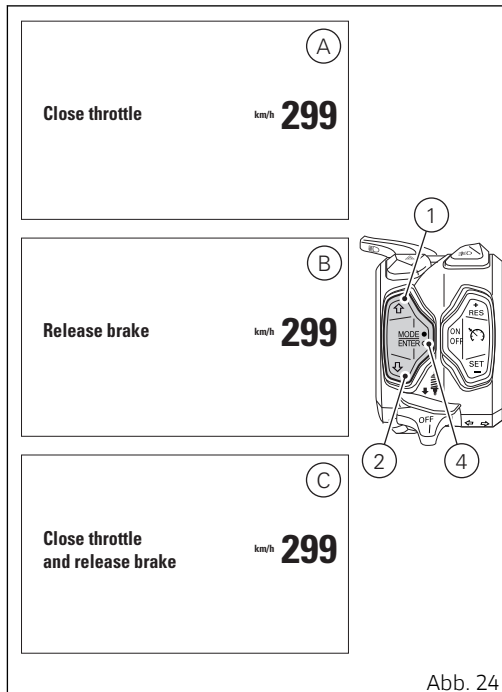

Abb. 24
- wenn die Gassteuerung „offen“ ist, aktiviert das Cockpit die Angabe „CLOSE THROTTLE“ (A, Abb. 24). Nur wenn die Gassteuerung „geschlossen“ ist, wird der neue, eventuell gewählte Riding Mode bestätigt und gespeichert und wieder auf die „Standard-Anzeige“ umgeschaltet;
- wenn die Gassteuerung „geschlossen“ ist, doch die Bremsen betätigt sind, aktiviert das Cockpit die Angabe „RELEASE BRAKES“ (B, Abb. 24). Nur wenn die Bremsen gelöst werden, wird der neue, eventuell gewählte Riding Mode bestätigt und gespeichert und wieder auf die „Standard-Anzeige“ umgeschaltet;
- ist die Gassteuerung „offen“ oder resultieren die Bremsen als betätigt und bewegt sich das Fahrzeug, wird im Cockpit die Angabe „CLOSE THROTTLE AND RELEASE BRAKES“ (C, Abb. 24) aktiviert und erst wenn alle Bedingungen gegeben sind (Gassteuerung geschlossen und Bremsen zurückgelassen oder stehendes Fahrzeug) wird der neue, eventuell gewählte Riding Mode bestätigt und gespeichert, dann wieder auf die Standard-Anzeige umgeschaltet.